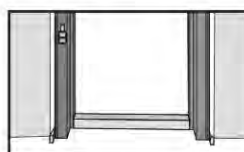

Рис. 13
5.1.3. Для того, чтобы зафиксировать нижнюю часть коробки клиньями, выровняйте петлевую сторону, проверьте строительным уровнем в двух плоскостях (рис. 13).